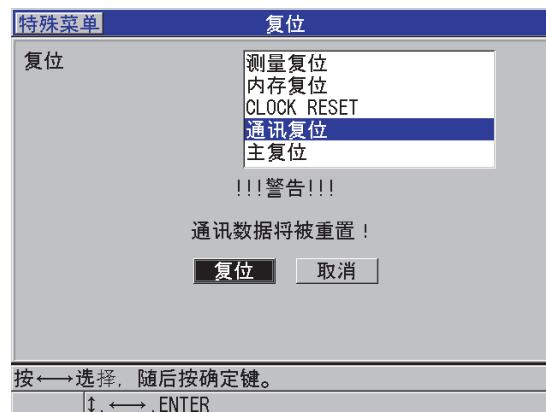

图 14-13 选择通讯复位
3. 在复位屏幕中 (参见第 265 页的图 14-13):